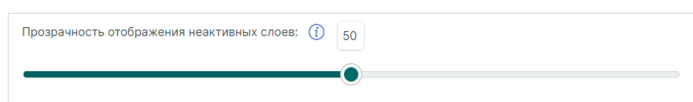

Рис. 80 Настройка прозрачности отображения неактивных слоев
- «Прозрачность отображения неактивных слоев» – прозрачности отображения неактивных слоев, где 0% – полная прозрачность, 100% – полная непрозрачность, см. Рис. 80.